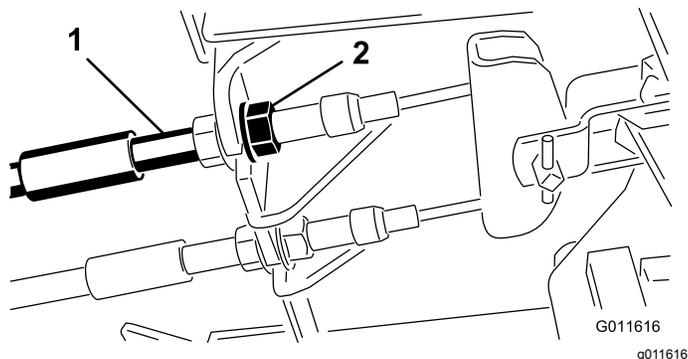

Рисунок 95
1. Чтобы уменьшить свободный ход тормозных педалей, затяните тормоза, ослабив переднюю гайку на резьбовом конце троса тормоза (Рисунок 95).